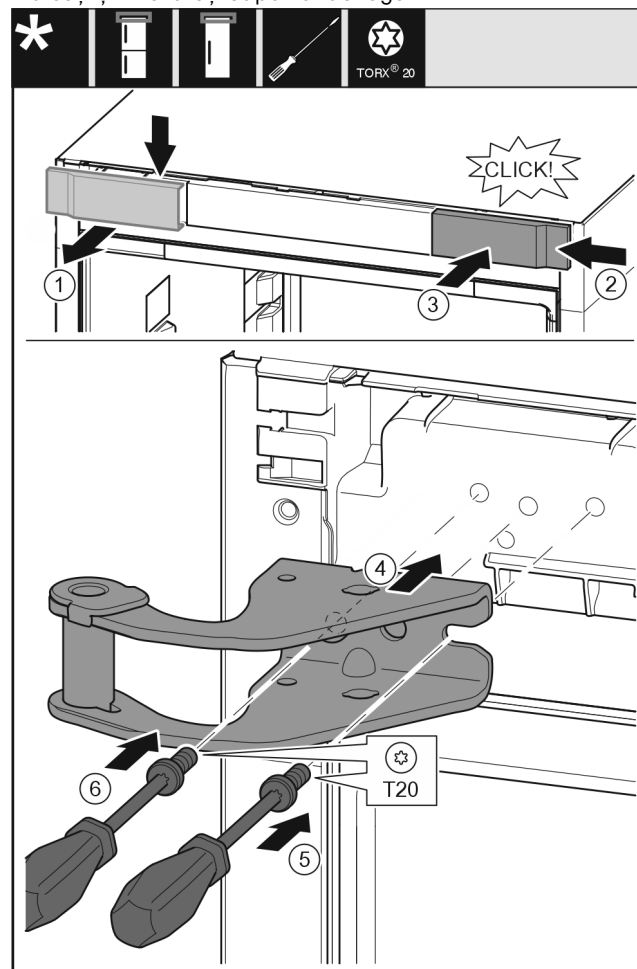

Fig. 15
- ▶ Detașați capacul Fig. 15 (1) de sus spre înainte.
- ▶ Acroșați pe cealaltă parte din dreapta capacul Fig. 15 (2) rotit cu 180°.
- ▶ Fixați capacul Fig. 15 (3) în poziție.
- ▶ Aplicați suportul de lagăr superior Fig. 15 (4).
- ▶ Așezați și înșurubați ferm șurubul Fig. 15 (5) cu șurubelnița.
- ▶ Așezați și înșurubați ferm șurubul Fig. 15 (6) cu șurubelnița.